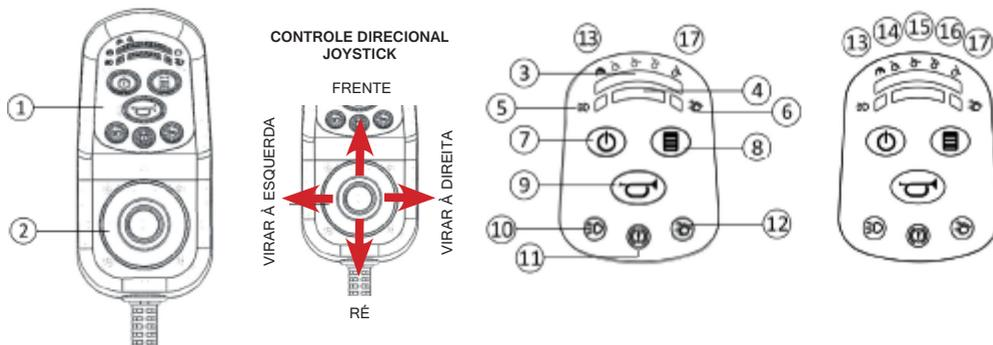

Figura 11: Joystick, funcionamento e detalhes das funções do painel.
6. Indicador luminoso por led que sinaliza que o sistema turbo está ligado. Os indicadores (5) e (6) piscam simultaneamente indicando que a cadeira está elevada ou inclinada, e, conseqüentemente, com a velocidade limitada a 40% da velocidade máxima.
do ligada (turbo - indicada pelo LED no item 06 da Figura 11) permite acelerações, frenagens e reversões quase instantâneas (ex: empinar a cadeira para sobrepor pequenos obstáculos).